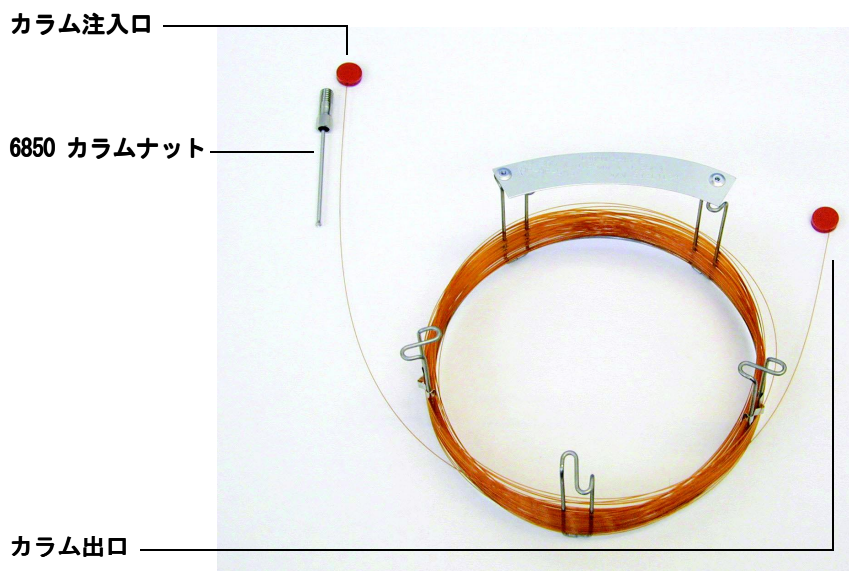

図 2 カラム
- 1 カラムラベルの付いたきれいな表面に向かって 12 時の位置にカラム（GC 出荷キットに含まれる 19091S-433E）を置きます。カラムの注入口と出口の端が GC 検出器が使用されるのと同じ向きにあり、カラム出口がカラムケージホルダの後ろ（ファンの近く）にあることに注意してください。図 2 を参照してください。